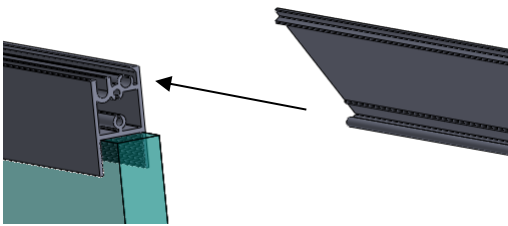

Figura 48
- Deslizar el perfil pasamanos panel móvil en el perfil horizontal superior (figura 48 y 49).